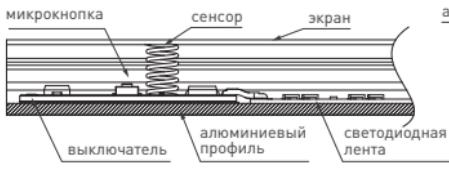

Рисунок 2. Выключатель, установленный в профиль.
- 3.3. Установите выключатель в профиль, приклейте его на двусторонний скотч таким образом, чтобы надетый на профиль экран поджимал сенсор [пружину] выключателя. Если сенсор не прижимается ко внутренней части экрана — используйте прокладку необходимой высоты (см. Рис. 2). При этом расстояние от платы выключателя до нижней части экрана должно быть в пределах от 5 до 10 мм и толщина экрана [рассевителя] не должна превышать 3 мм.